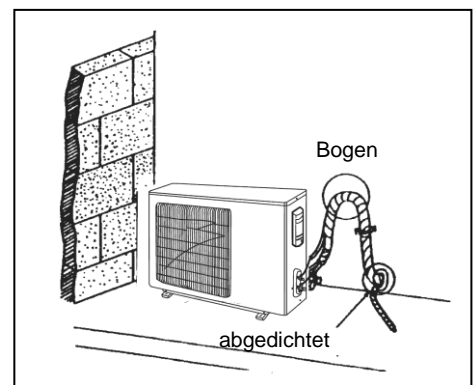

Abb. 16
- Alle Rohre sind aneinander mit Isolierband gebunden und sollten einen Bogen bilden, so dass kein Wasser in den Raum zurück laufen kann. (Siehe Abb. 16.)